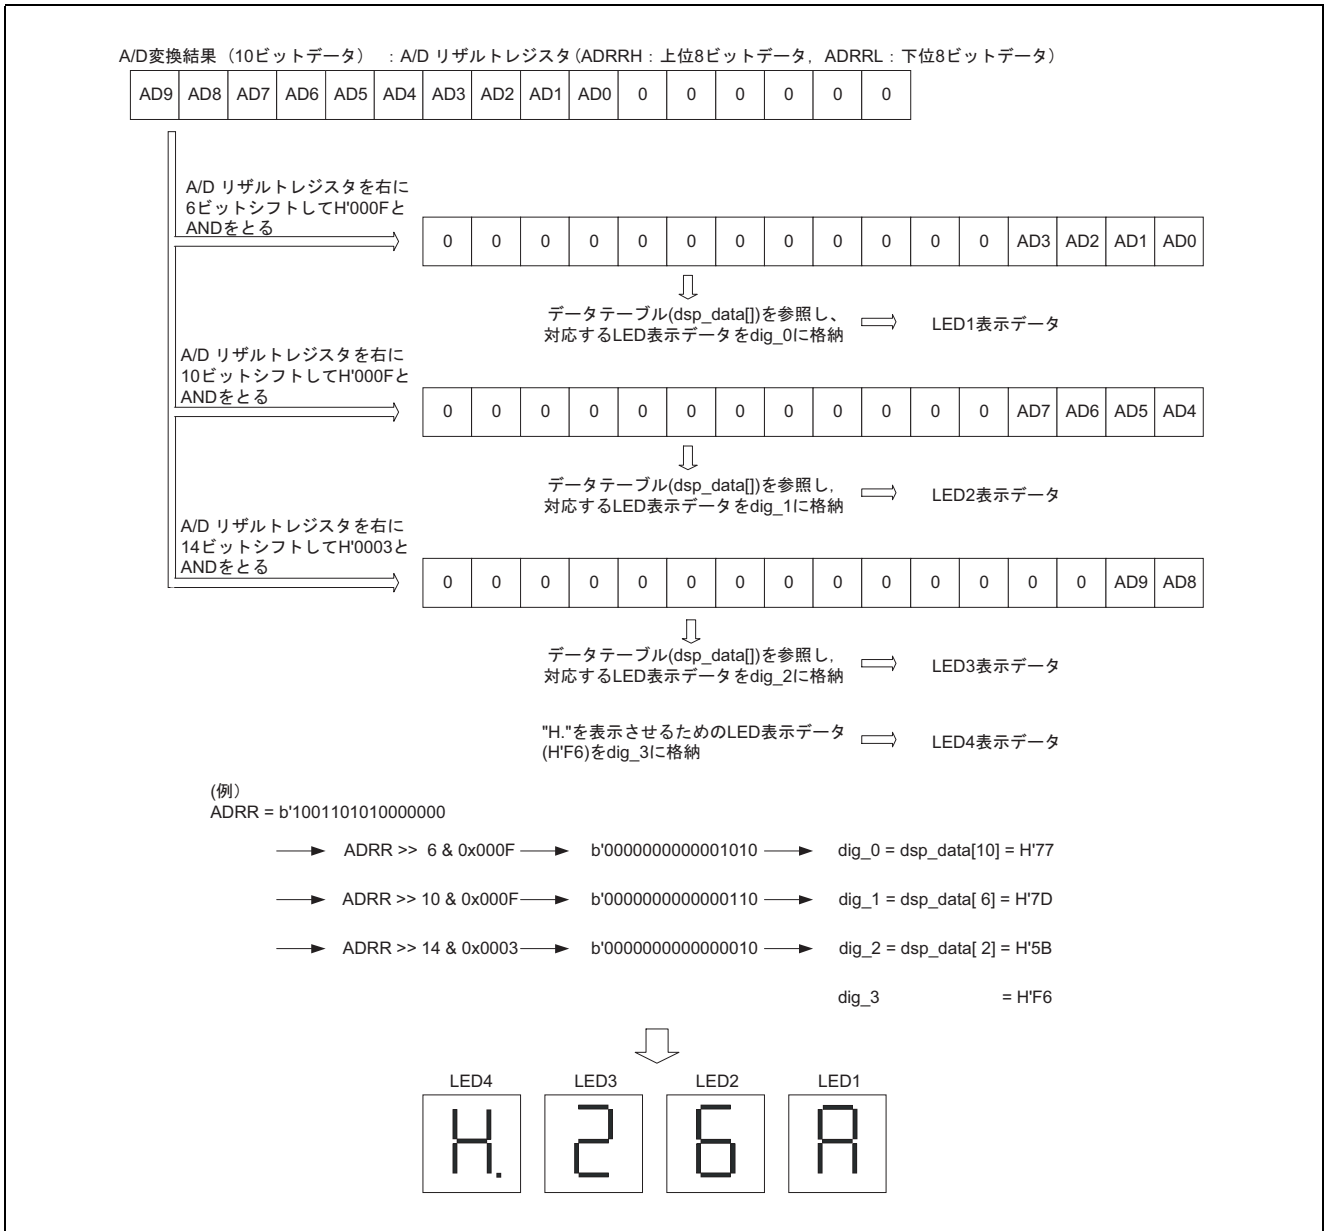

図 3 A/D 変換結果の LED 表示方法
(7) 本タスク例では、7セグメントLEDを表示させるためにポート出力を3ステート出力インバータドライバ(HD74LS240)に入力して、ドライバの出力を7セグメントLEDのカソードに接続しています。また4個の7セグメントLEDを表示させるためのポートはすべての7セグメントLEDに接続されており、7セグメントLEDの表示切替は3ステートインバータドライバのイネーブル端子により制御しています。また、7セグメントLEDの表示切替を行うための信号生成は、2-to-4-lineデコーダ(HD74HC139)を使用して、2本のポート出力により制御します。図3に7セグメントLED制御方法について示します。
(8) 本タスク例では、A/D 変換結果を 7 セグメント LED に 16 進数で表示(H'3FF ~ H'000)させます。図 3 に A/D 変換結果の LED 表示方法を示します。